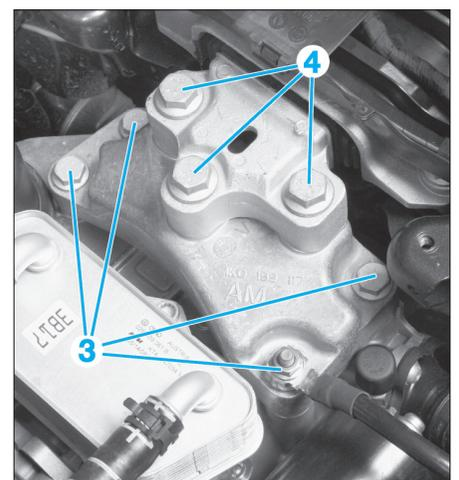

Fig. 8
- Déposer les vis de fixation (3) et (4) puis retirer le support de boîte de vitesses (Fig.8).